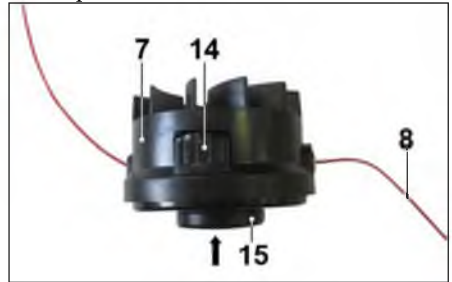

Рис. 6.
7.2.7. Во время работы триммерная леска (8) изнашивается (расходится). Во время работы слегка ударьте головкой шпульки (15) триммерной катушки (7) по земле (Рис.6). Длина лески увеличится. При необходимости операцию повторите. Излишняя леска будет срезана ножом (10) установленным на защитном кожухе (6).